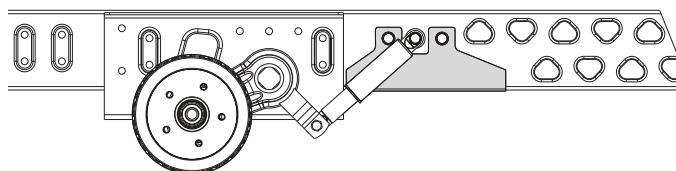

Fig. 14
- Adecuado para caravanas hasta 1500 kg con chasis Knaus Tabbert / Dyonic AB3 con un grosor de bastidor inferior a 2,8 mm (Fig. 14).